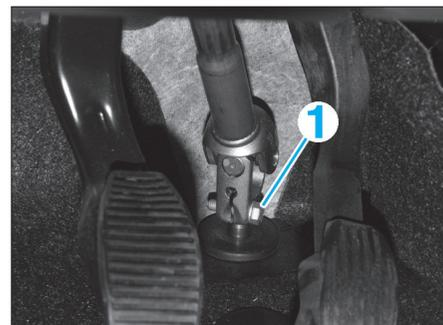

FIG. 6
- Dévisser la vis (1) du cardan fixant la colonne de direction au boîtier de direction (Fig.6).
- A l'intérieur de l'habitacle, dévisser la vis du cardan entre la colonne et le boîtier de direction (Fig.6).